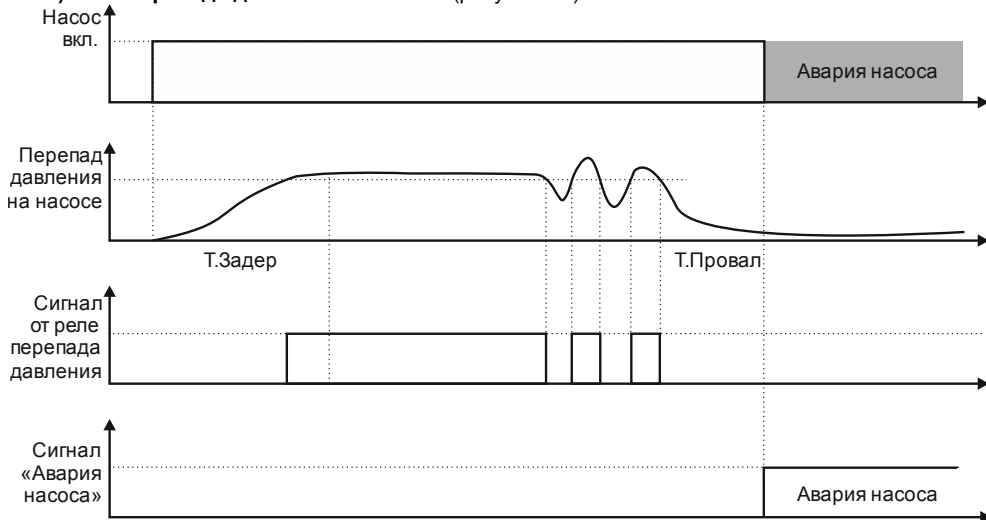

Рисунок 3.3 - Обработка сигнала от датчика перепада давления ($\Delta P1/\Delta P2/\Delta P3$)
1) Нет перепада давления на насосе (рисунок 3.3)